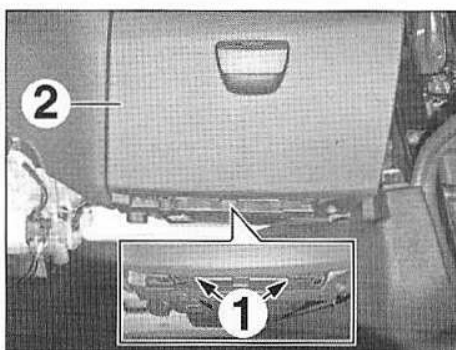

FIG.34
- Extraire les axes (1) (Fig.34).
- Ouvrir la porte de la boîte à gants (2).
- Ouvrir le couvercle de la boîte à gants (2).